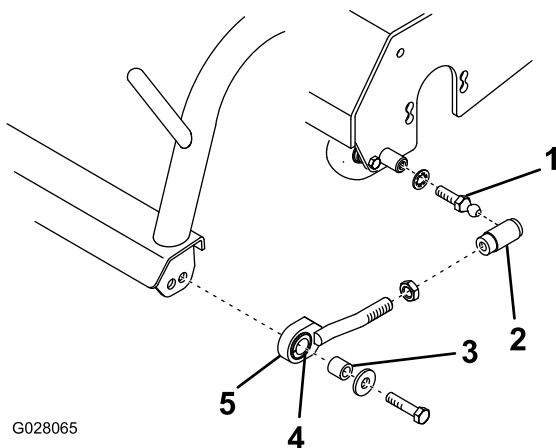
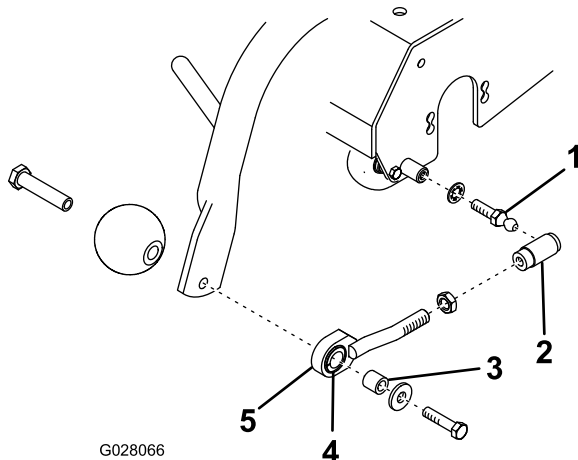

Figura 5
Figura 6
- B. Montate un controdado e un alloggiamento del giunto a sfera su ciascun gruppo collegamento di trazione, come illustrato nella Figura 5 o Figura 6.
C. Montate un gruppo collegamento di trazione su ciascuna estremità del telaio portante con un distanziale, una rondella e una vite (Figura 5 o Figura 6).
D. Montate un prigioniero a sfera e una rondella di bloccaggio su ogni estremità dell'unità tri-roller (Figura 5 o Figura 6).
F. Fate scorrere il manicotto su ogni alloggiamento del giunto a sfera e agganciate gli alloggiamenti ai prigionieri a sfera (Figura 5 o Figura 6).